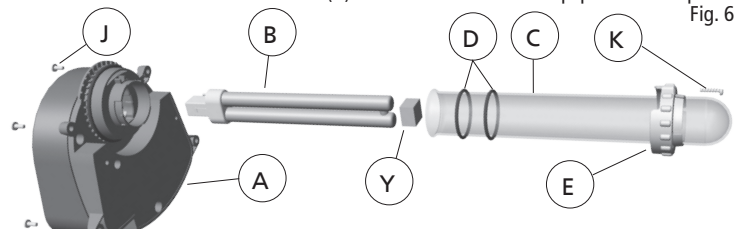

Fig. 6
4. Retirer le couvercle UV-C (A) (Fig. 6) du filtre en dévissant les quatre vis (J) qui fixent le couvercle UV-C au couvercle du filtre (G). Le couvercle UV-C est équipé de vis antiperte.